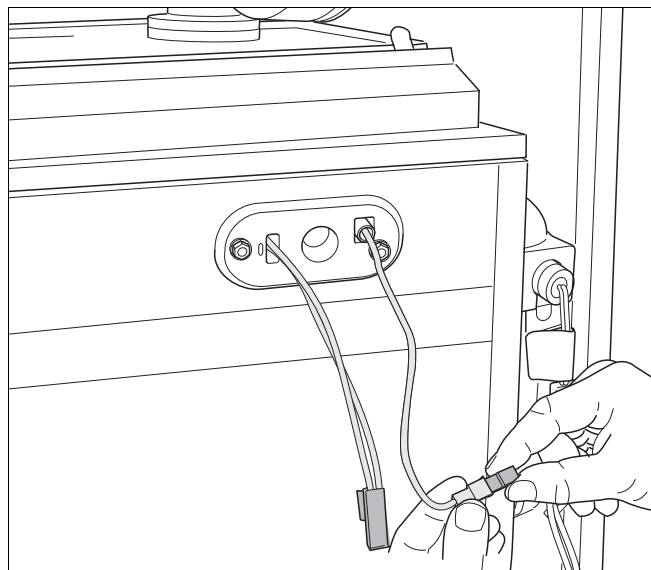

Fig. 98 Stekker ionisatie-elektrode demonteren
- Verwijder de stekerverbinding van de controlekabel (→ fig. 98).